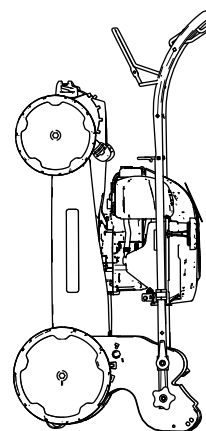

Figura 16
4. Eleve a frente da máquina pela pega e mova-a para o local de armazenamento (Figura 16).